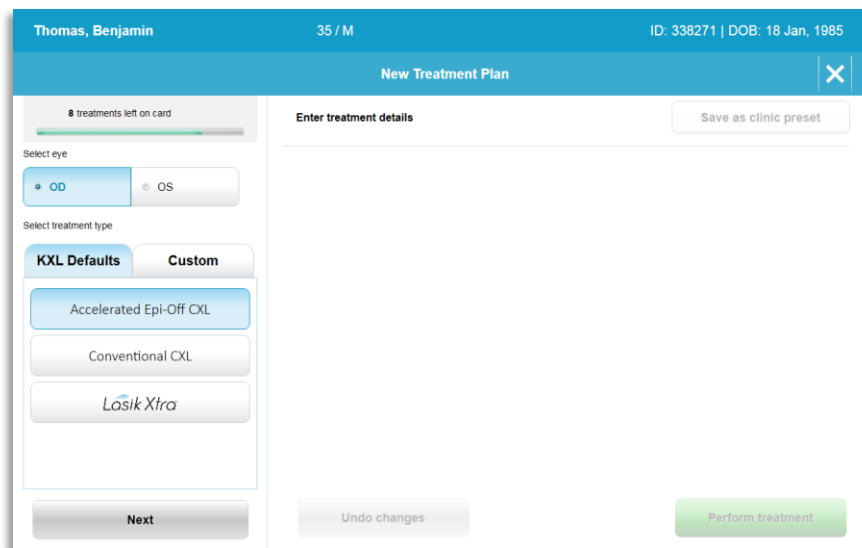

Figura 3-5. Seleccionar ojo
- Cuando haya seleccionado el ojo, el campo se perfilará en azul, tal como se muestra en la figura 3-5.
- El sistema está preprogramado con 3 planes de tratamiento predeterminados de KXL, tal como se muestra en la figura 3-5: